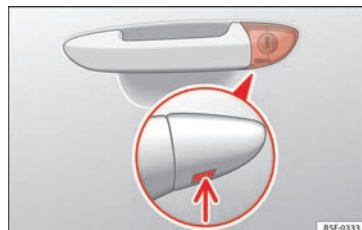

Fig. 194 Manilla de la puerta del conductor: bombín de cierre oculto.
- Introduzca el espadín en la abertura de la tapa de la maneta de la puerta del conductor desde abajo » **fig. 194** (flecha) y eleve la tapa de abajo hacia arriba.